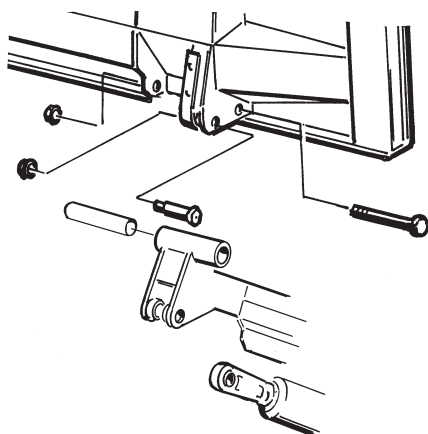

Bild 22. Montering stålbrygga
1. Montera stålbryggan på armarna och vippcy-lindrarna vid bryggan. **Använd axlar 31283 + 31284.** Se Bild 22.